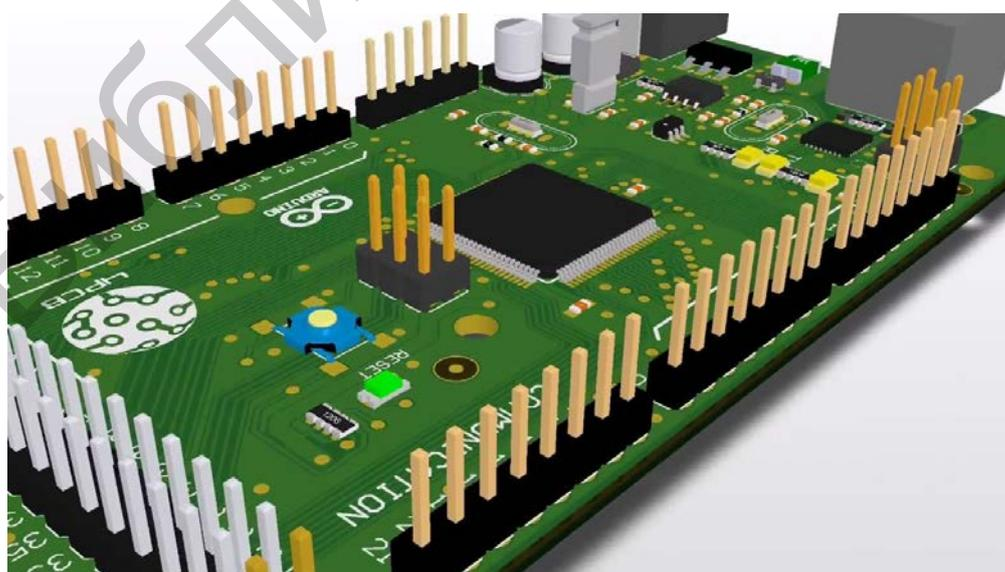

Рис. 6. Работа с 3D-моделями в Altium Designer
7. Работа с трехмерными моделями. Ориентация последних релизов Altium Designer на MCAD и формат STEP выразилась в возможности параллельной работы в ECAD – MCAD. Данная возможность является принципиально новой для программ такого класса и назначения. В Altium Designer возможно открыть готовый узел РЭУ с установленными в нем одной или несколькими платами и разрабатывать далее плату с учетом ее сопряжения с механическими деталями и другими платами (рис. 6).